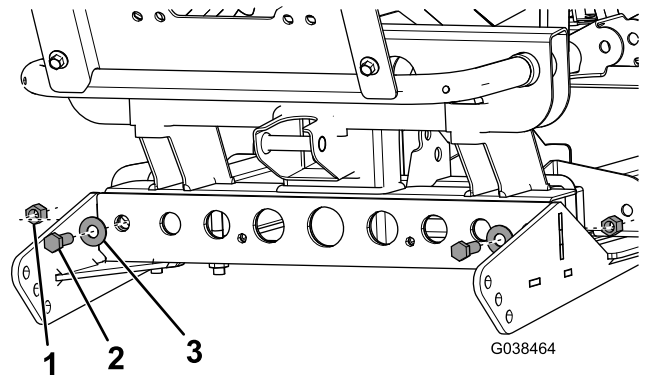

Bild 7
5. Befestigen Sie die Vorderseite des Pflugunterfahrerschutzes lose mit zwei Sechskantschrauben (3/8" x 1"), zwei Scheiben und zwei Sicherungsmuttern (3/8") am Rahmen des Fahrzeugs, wie in **Bild 7** abgebildet.